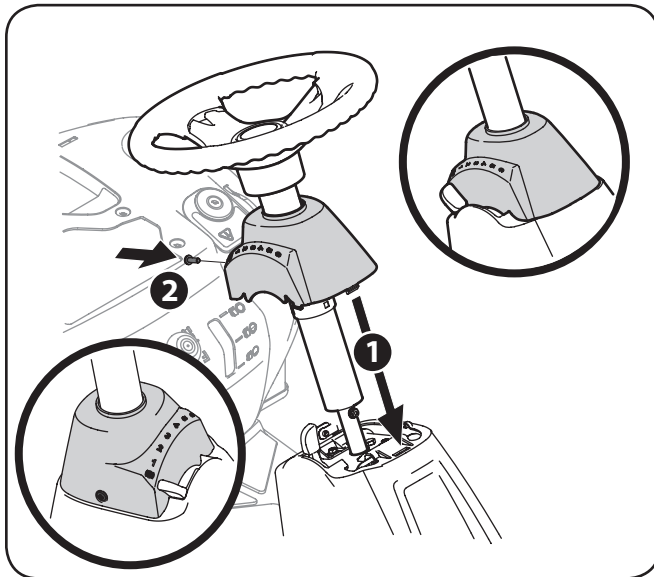

Figura 3-3
7. Deslice la tapa del pedestal hacia abajo sobre el tractor (1) y rótele ligeramente a la derecha para calzarla en su lugar. Sujete el pedestal con el tornillo (2) que extrajo antes. Vea la Figura 3-3.